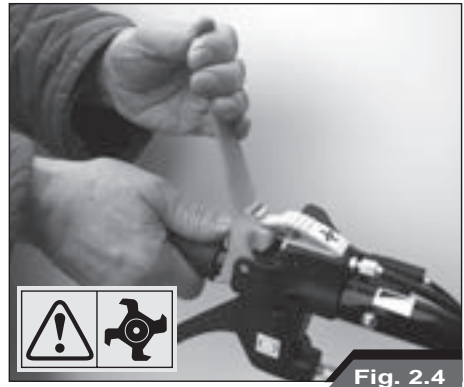

Fig. 2.4
- De koppelingshendel van de rotor van de maaibladen moet altijd met twee handen worden ingeschakeld. Maak de veiligheidskoppeling van de koppelingshendel van de rotor van de maaibladen los, zoals is weergegeven (Fig. 2.4).